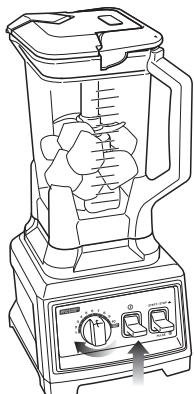

Fig. 6
- 10 Gire la perilla de velocidad variable a 1. (Fig. 6) Se encenderá la luz indicadora de encendido (⊕). Para encender la licuadora, mueva la palanca de encendido hacia arriba, luego presione el botón de "Start/Stop/Pulse" hacia arriba para comenzar a procesar. Aumente lentamente la velocidad hasta el nivel deseado.